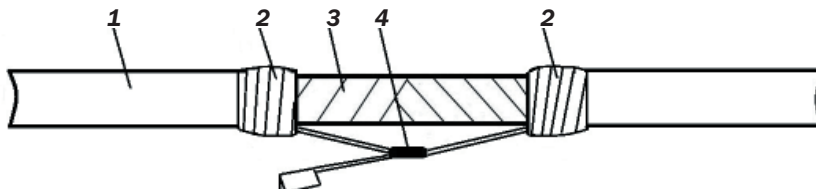

Рис. 13. Фиксация «флажков» с соединителями экрана на обрезках оболочек:
5.13 «Флажки» с соединителями экрана прижимают к кабелю до упора. Поверх соединителей на кабели у обрезов оболочек накладывают бандаж из 2-3-х слоёв липкой виниловой ленты, заходя на кабели не менее чем на 25 мм от обрезов оболочек (см. рис. 13).